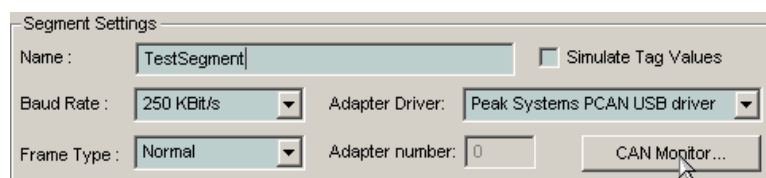
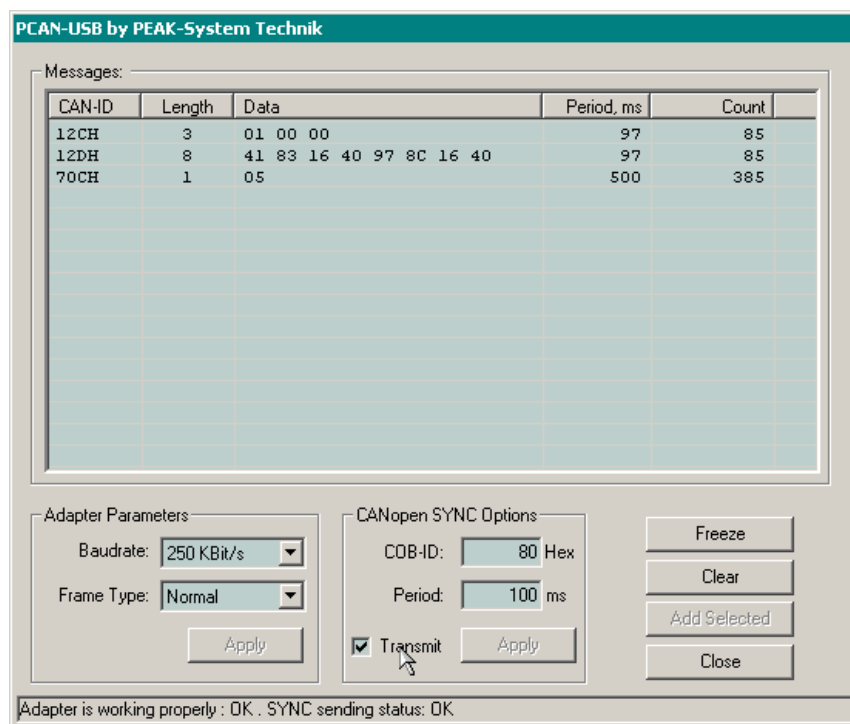

Рис. 60. Настройка параметров сегмента сети CAN
Рис. 61. Окно монитора сети CAN
3. Настройте параметры сегмента сети CAN, как показано на рис. 60, после чего для проверки наличия связи нажмите кнопку **CAN Monitor**. В диалоговой панели встроенного монитора сети CAN, появившейся на экране, отметьте флажок **CANopen SYNC Options–Transmit** и убедитесь в том, что контроллер передает в сеть исходящие коммуникационные объекты с идентификаторами 12CH и 12DH, как показано на рис. 61.